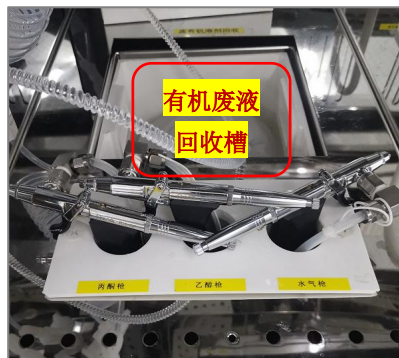

图 6 废液回收槽
- 10) 通风橱操作后废液禁止直接倒入下水道中(冲洗到第三道废水才可排入水池中), 按照现场标识(位于通风橱内, 如图 6)收集。
- 5) 废液回收务必要缓慢倒入废液槽中倒入指定位置 (见图 6), 位于通风橱后方的废液桶设有报警装置, 一旦听到报警声请及时通知工程师处理。